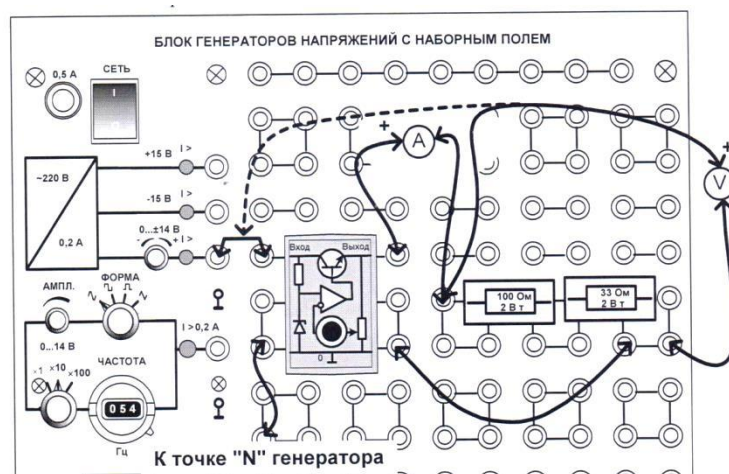

Рис. 10.4. Монтажная схема компенсационного стабилизатора
5.6. Соберите цепь для исследования компенсационного стабилизатора (рис. 10.4) сначала без нагрузки. Установите на входе стабилизатора максимальное напряжение регулятором источника, а на выходе – напряжение 4...6 В с помощью потенциометра на миниблоке.